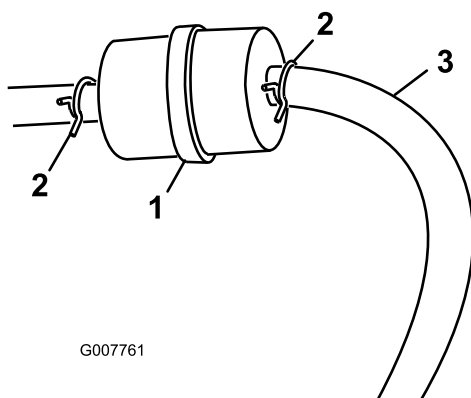

Figura 30
3. Apriete los extremos de las abrazaderas y deslícelas por el tubo alejándolas del filtro (Figura 30).
5. Instale un filtro nuevo y acerque las abrazaderas al filtro (Figura 30).
3. Afloje la abrazadera cerca del filtro de combustible y deslícela por el tubo, alejándola del filtro de combustible (Figura 30).
4. Desconecte el tubo de combustible del filtro de combustible (Figura 30).
Nota: Deje fluir la gasolina a una lata u otro recipiente apropiado (Figura 30).
5. Instale el tubo de combustible en el filtro de combustible. Acerque la abrazadera al filtro de combustible para fijar el tubo de combustible (Figura 30).